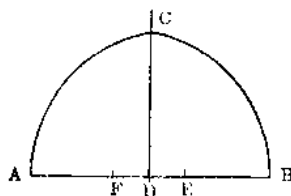

图 13 60%“拱度弧”
2.4米)画弧各交于C点,即成60%拱度的“拱度弧”图(图13)。按此图做“拱顶规”,架在中心杆上。建仓顶时就沿着拱顶弧外侧稍许向上一些做草泥拱顶